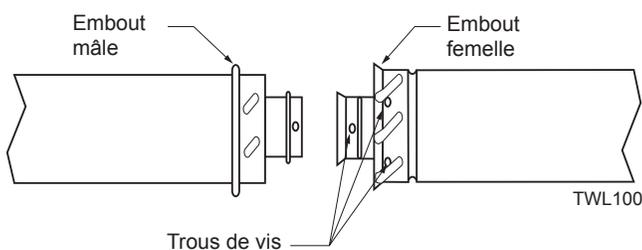

Figure 9 -
Pour assembler les deux conduits à verrou tournant, il suffit d'aligner les joints soudés de l'embout mâle avec les sillons de l'embout femelle, en faisant tourner le conduit jusqu'à ce que la bride de l'embout femelle touche la bride externe de l'embout mâle. Il est recommandé de fixer les joints au moyen de trois (3) vis à tôle, même si l'utilisation d'un conduit à verrou tournant ne l'exige pas. Figure 9